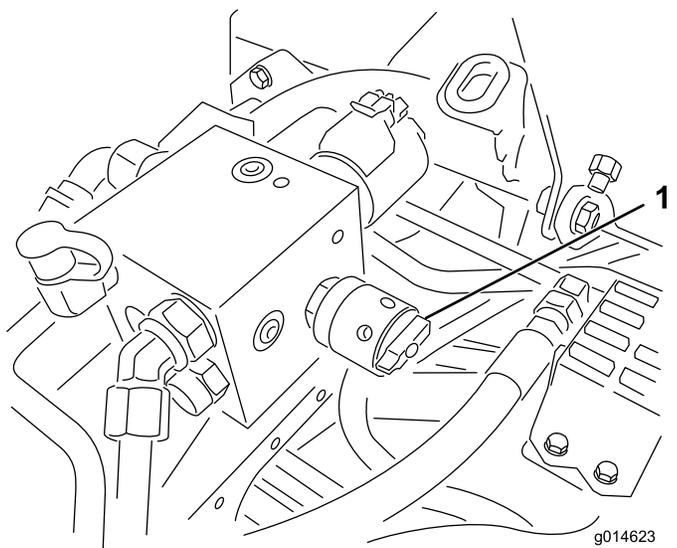

Рисунок 51
6. Поверните регулятор частоты вращения барабана в положение 1 (Рисунок 51).